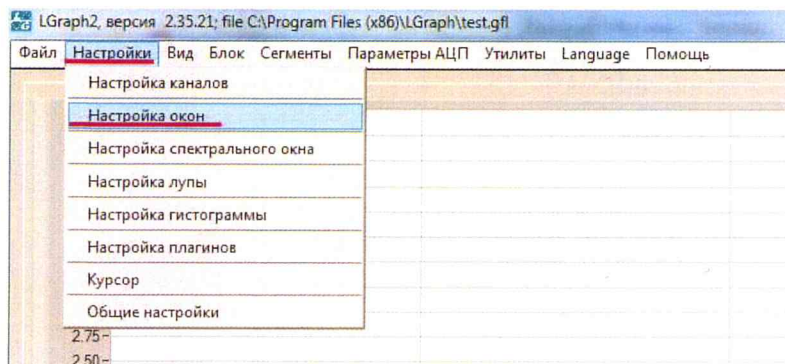

Рисунок 28. Настройка окон
5) В верхней панели найдите вкладку «Настройки» и выберите пункт «Настройка окон» (рисунок 28);